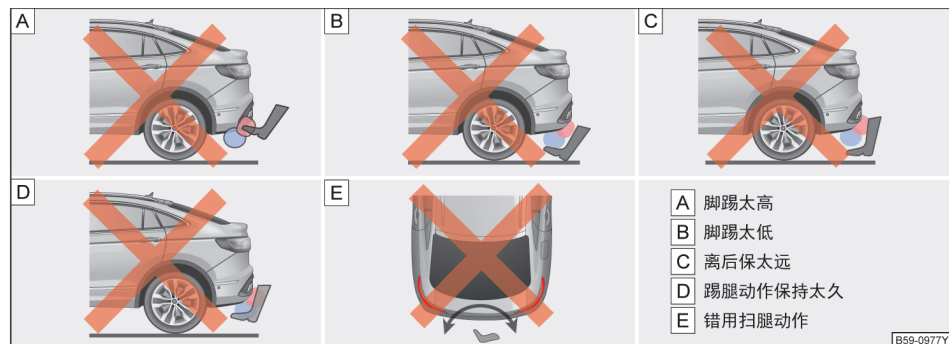

图 65 脚踢激活感应式行李厢盖开启或关闭的错误动作示范
- 2、脚踢太高、太低或是离后保太远→图 65 A、B、C
- 3、踢腿动作在后保下保持太久（超过 1 秒）→图 65 D
- 4、使用错误的踢腿动作（比如：来回扫腿）→图 65 E